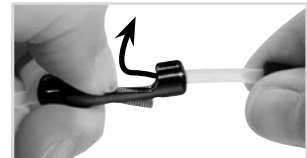

Fig. 14
- 3 Saque del soporte el extremo libre del cable de tracción con el manguito roscado (fig. 14).